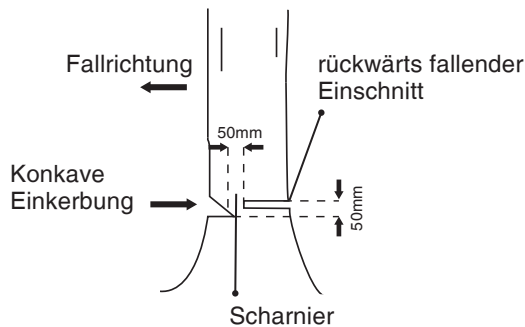

Abbildung 5
- (Siehe Abbildung 5 zur Orientierung.)